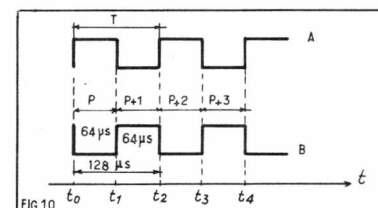

FIG. 10
Il s'agit évidemment de signaux rectangulaires comme ceux de la figure 10.
De la même manière, on verra que si au temps  $t = t_0$  également, le signal (B) de la figure 10, est appliqué en VR, en passant par L814, la diode D804 sera conductrice car la cathode deviendra négative par rapport à l'anode tandis que D802 sera bloquée car l'anode sera négative par rapport à la cathode.
Avec un oscilloscope on pourra vérifier aux points X1 et X2 l'existence de signaux rectangulaires comme ceux de la figure 10. Si l'on possède un oscilloscope à double faisceau, on pourra examiner les deux signaux (A) et (B) à la fois, et on verra qu'ils sont opposés, ou décalés d'une alternance, c'est-à-dire de la durée d'une ligne.
que la durée d'une montée de tension ou d'une descente de tension rectangulaire (voir figure 10) qui ne peut être tout à fait nulle, est très petite par rapport à la durée d'une alternance (64 μs).
2° Si un basculement est raté pour une raison quelconque, les signaux sont inversés. Ainsi, les signaux (A) et (B) de la figure 10 sont permutés. L'aiguillage du permutateur est alors défectueux, les signaux « bleus » sont obtenus à la sortie « rouge » et les signaux « rouges » à la sortie « bleue ».